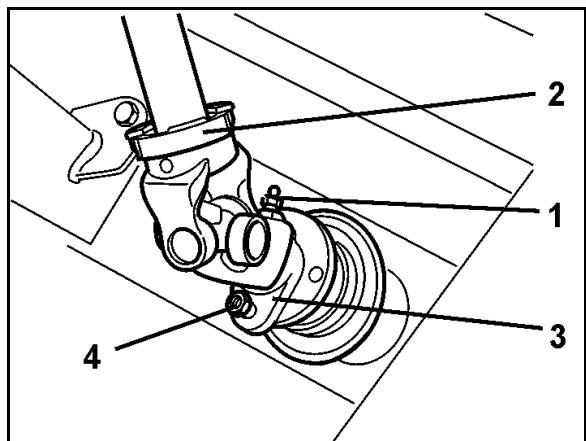

Fig. 90
2. Løsne smørenippelen (Fig. 90/1) i koblingsnavet (Fig. 90/3) på kraftoverføringsakselen (Fig. 90/2).
3. Fjern brytebolten (Fig. 90/4) mellom kraftoverføringsakselens gaffelflens og flensen på girets inngangsaksel.